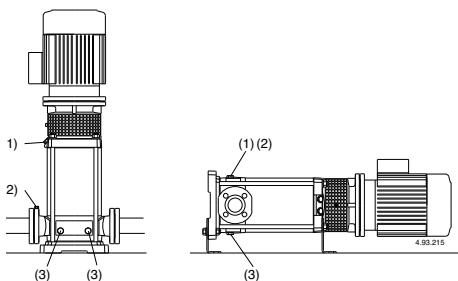

Рис. 3 (1) Наполнение и отдушина
При положении насоса **выше уровня перекачиваемой жидкости** (работа в режиме всасывания, **рис. 2A**) или при недостаточной высоте напора (менее 1 м) для открытия обратного клапана наполните всасывающую трубу и насос через соответствующее отверстие (1) (**рис. 3**).
Во время наполнения винт со штифтом (14.17) в сливной пробке (14.12) должен быть откручен, чтобы имелось соединение между камерой подающей части и камерой всасывающей части (**рис. 3а**).
Рис. 3а Наполнение:
(2) Отдушина на всасывании
(3) Слив
При работе **под гидравлическим напором** (**рис. 2B**) наполняйте насос, медленно открывая задвижку на всасывающей трубе до полного раскрытия; при этом, задвижка в подающей трубе и отдушины (1) и (2) должны быть полностью открыты (**рис. 3**), чтобы выпустить воздух.
Закройте отдушины (1) и (2) (рис. 3).
Для MXV-B, MXV(L) 25-32-40 и MXV(L)4 25-32-40 Затяните игольчатый винт (14.17) в сливной заглушке (14.12) (рис. 3б) и закройте отверстие для выпуска воздуха (14.04).
Если заливка прерывается (непостоянный поток на подаче при открытых задвижках) или если давление на манометре колеблется, провести повторный выпуск воздуха на всасывании (2), проверить герметичность всех соединений всасывающей трубы и крепко затянуть выпускную заглушку (2) и сливные запоры (3) со стороны всасывания (рис. 3).
По возможности, как в случае временной работы с грязными жидкостями, прокачайте через насос немного чистой воды для удаления осадков. Либо, после слива воды, промыть насос, залив не менее 40 л чистой воды в заливочное отверстие (1) со стороны подачи и дав ей выплыть через сливное отверстие (3) со стороны всасывания (рис. 3).
При продолжительных простоях, когда существует опасность замораживания, необходимо слить из насоса всю жидкость. Снять обе заглушки (14.12) – поз. 3, рис. 3.
Перед разборкой насоса закройте задвижки на всасывании и подаче и слейте жидкость из корпуса насоса (рис. 3).